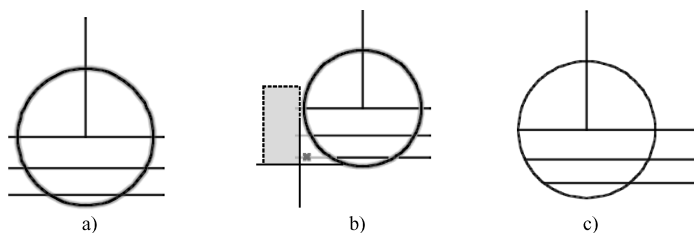

图 5-42 “窗交”修剪对象
- (3) 选择“窗交 (C)”选项时，系统以窗交的方式选择被修剪的对象，如图 5-42 所示。